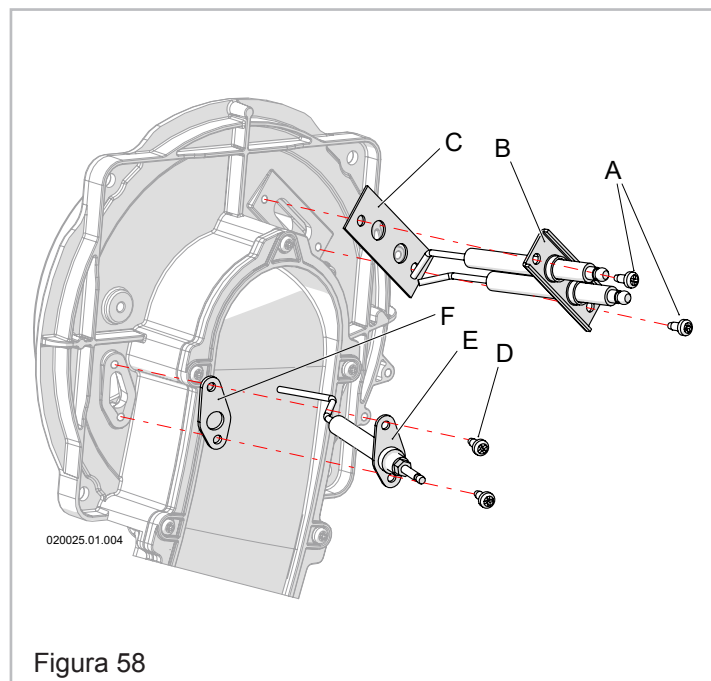

Figura 58
1. - Quando non è diversamente specificato fare riferimento a Figura 58;